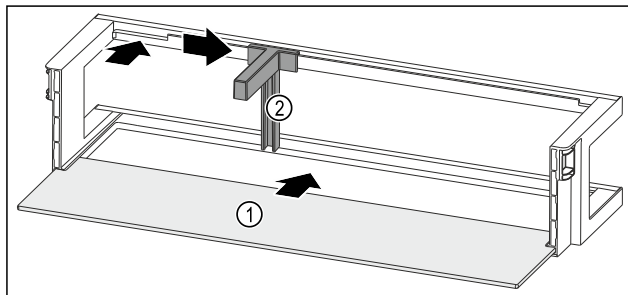

Fig. 165 Rafti i derës me raft mbajtës
- Futni raftin mbajtës Fig. 165 (1) në fole të anësore.
- Vendosni mbajtësen e shisheve Fig. 165 (2) te foleja.
- Shtyni anash mbajtësen e shisheve Fig. 165 (2) në pozicionin që dëshironi.